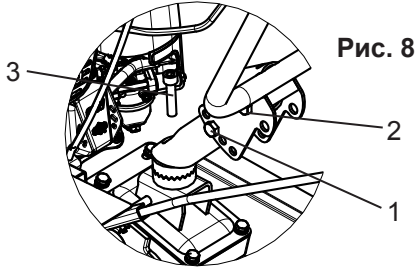

Рис. 8
- Для изменения угла наклона в вертикальной плоскости руля открутите один болт М10-6dх65 (рис. 8 поз. 1) и ослабьте затяжку второго болта (поз. 2), установите руль на нужный уровень высоты.